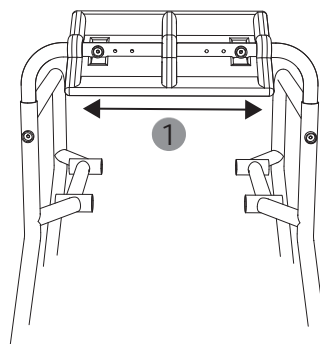

Abb. 8
7. Das Zwischenstück in der Rückenlehne ist gelöst und lässt sich auf die gewünschte Sitzbreite (560/630/700 mm) durch Ziehen (1, Abb. 8) an den Seitenteilen über drei Bohrlöcher je Seite einstellen. Achten Sie bei der Sitzbreiteneinstellung darauf, dass die Rückenlehne mittig ausgerichtet wird.